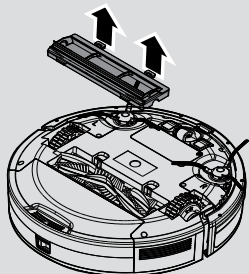

Fig. 12
2. Pressione os cliques na placa individual e retire a tampa do agitador. [Fig. 12]